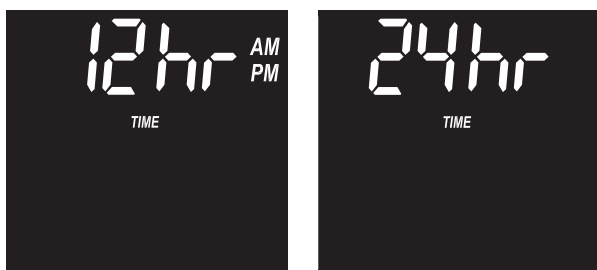

FIG. 33
3. Cuando ello ocurra, oprima nuevamente el botón PROGRAM (Programar) y aparecerá una de las dos pantallas que se indican en la Fig. 33.